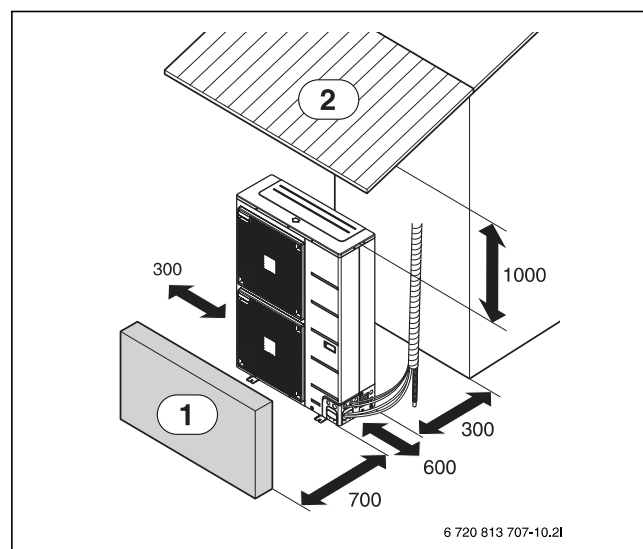

Bild 11 Minimiavstånd för underhållssyfte (mm)
- Se till att avstånden markerade med pilar framför, bakom, över och på sidorna av enheten respekteras (→Bild 11).